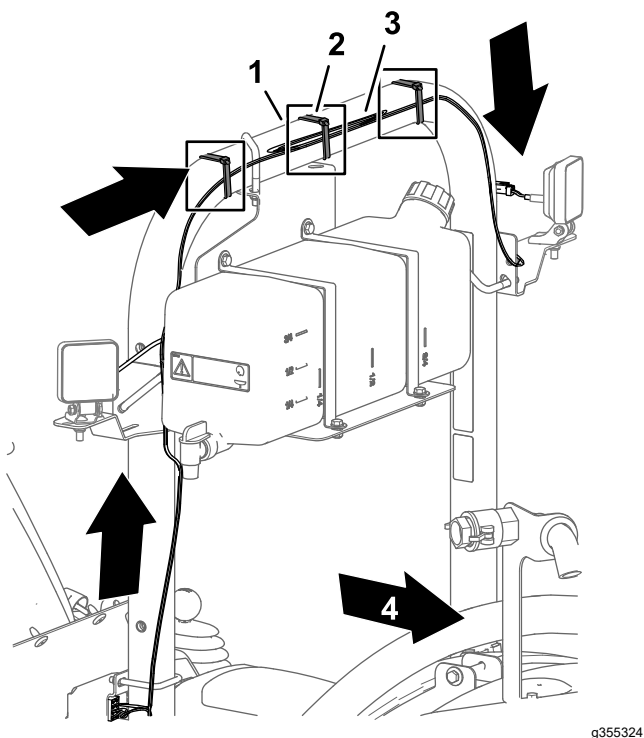
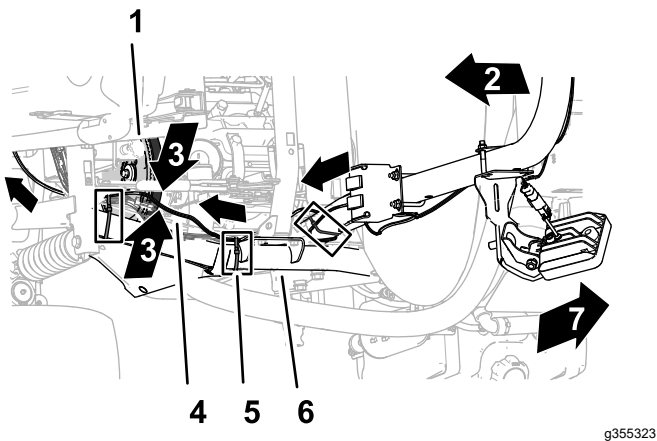
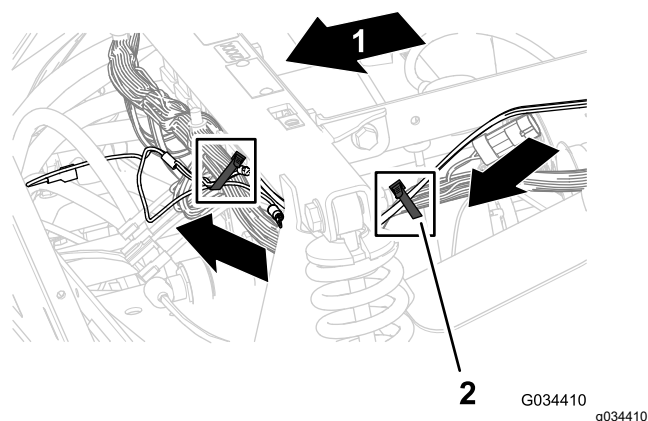

图 10
图 11
图 12
1. 如图 10 所示布置结束的支管使 2 插槽接头向上并穿过水平 ROPS 管的后面。
**注意** 如图 10 所示将多余的线束捆扎到 ROPS 的中间并用扎带固定线束。
2. 如图 11 和图 12 所示在灯具开关上布置结束的支管使插座端子和环形端子朝向前下方。
3. 如图 10、图 11 和图 12 所示使用扎带将后工作灯套件线束固定到 ROPS 管、机器上部的前机架管上并固定机器线束。
**注意** 如图 11 所示将多余的线束捆扎到上部前机架管并用扎带固定线束。